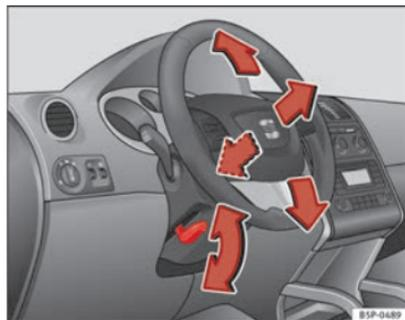

Fig. 133 Regolazione della posizione del volante
- Abbassare la leva ⇒ fig. 133 che si trova sotto il piantone dello sterzo ⇒ ⚠.